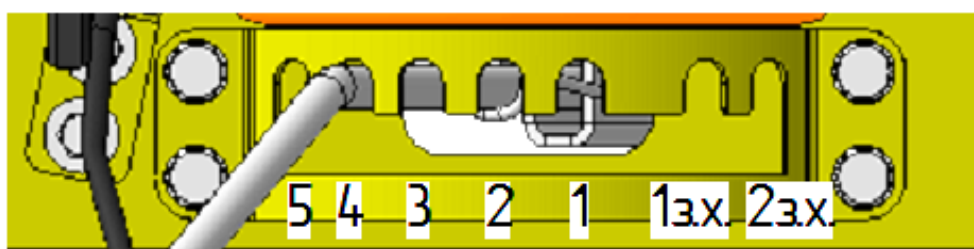

РИС. 9 СХЕМА РАСПОЛОЖЕНИЯ СКОРОСТЕЙ.
- 9.8 Снизьте скорость при работе в условиях высокого снежного покрова, обледенения или тяжелого мокрого снега. Изменяйте скорость движения посредством рычага переключения передач, не снижая при этом обороты двигателя, (Рис.9).